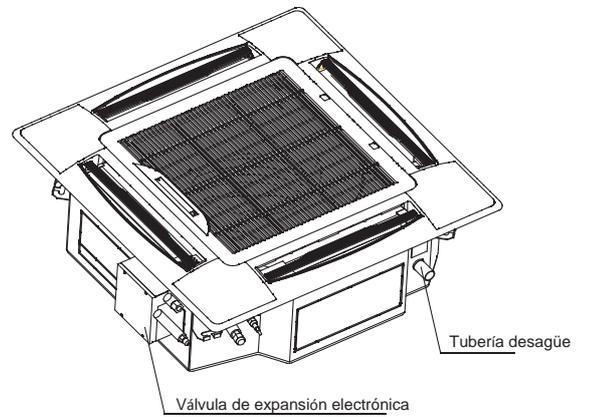

Fig. 4-9
- Ajuste la posición para asegurar que se mantengan parejas los huelgos entre el cuerpo principal y los cuatro lados del techo. La parte inferior del equipo debe estar dentro del techo unos 10~12 mm (consulte la Fig. 4-9).